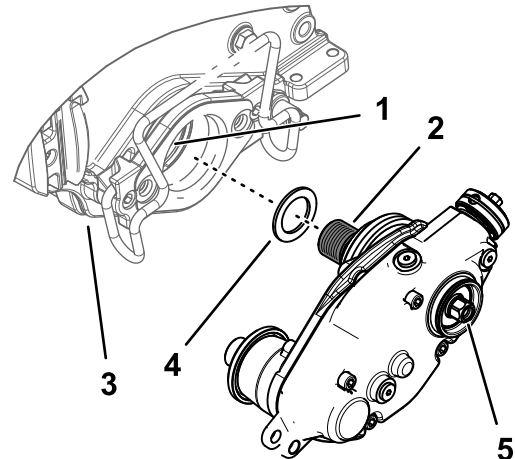

Figura 13
2. En el caso de una caja de transmisión del groomer instalada a la izquierda de una unidad de corte, monte el suplemento sobre las roscas del adaptador del molinete negro (Figura 13).
4. Fije la caja de transmisión del groomer al eje del molinete (Figura 13).
6. Mientras el molinete está inmovilizado, apriete la cabeza hexagonal del eje de la caja de transmisión a entre 135 y 150 N·m; consulte la Figura 13.